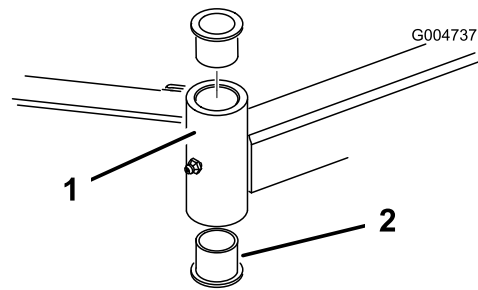

Bild 25
4. Stecken Sie einen Dorn oben oder unten in das Befestigungsrohr und treiben die Büchsen heraus (**Bild 25**). Treiben Sie dann die andere Büchse aus dem Rohr heraus. Reinigen Sie die Innenseite der Rohre.